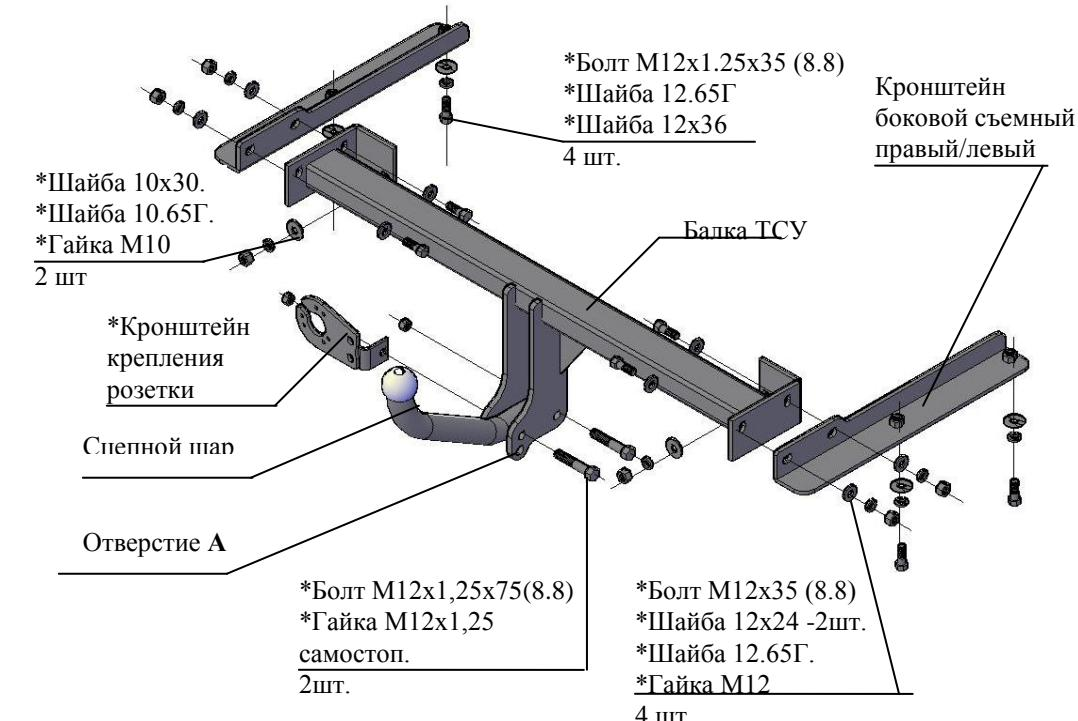

Рис.1 Тягово-сцепное устройство 9931
2.1 ТСУ 9931 в сборе (рис.1)	1 шт.
2.2 Пакет с комплектующими (см. рис.1)	1 шт.
4.3 Установить боковые съемные кронштейны ТСУ (правый и левый соответственно рис.1) внутрь лонжеронов а/м, закрепить к нижним полкам болтами M12x1,25x35, (используя приварные гайки), под головки болтов подложить шайбы 12,65Г и шайбы 12x36. Крепеж не затягивать.